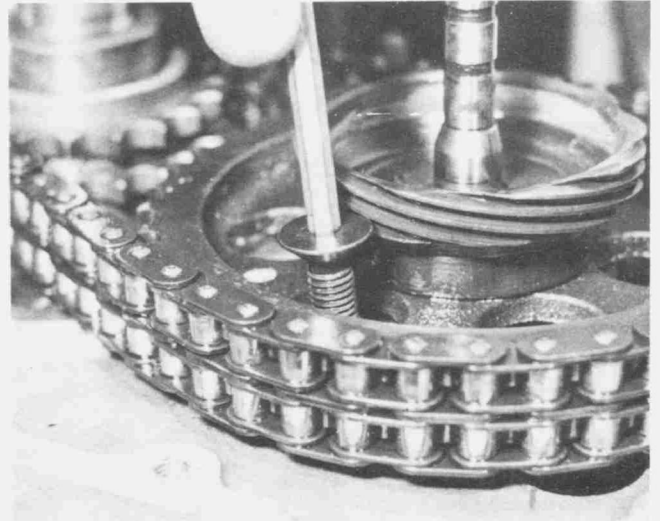

Bild 67
- Sicherstellen, dass die Nockenwelle vollständig im hinteren Lager liegt und dann die vorderen Lager-schrauben wieder hineindrehen (Bild 67).